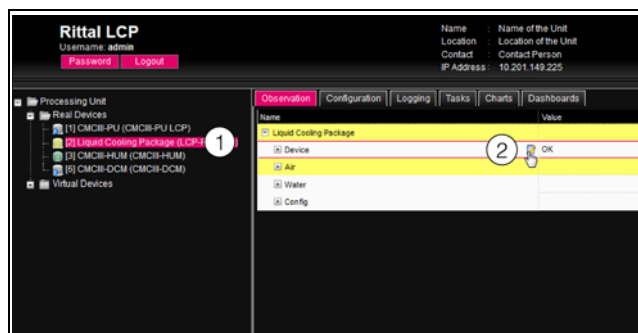

Рис. 80: Выбор нескольких параметров
- Разверните элемент "Liquid Cooling Package" нажатием на символ "плюс" перед именем элемента (рис. 80, поз. 1).
- Подведите курсор мыши к концу первого столбца в строке "Device" (рис. 80, поз. 2). Появится символ "Edit" и курсор мыши примет форму "руки".